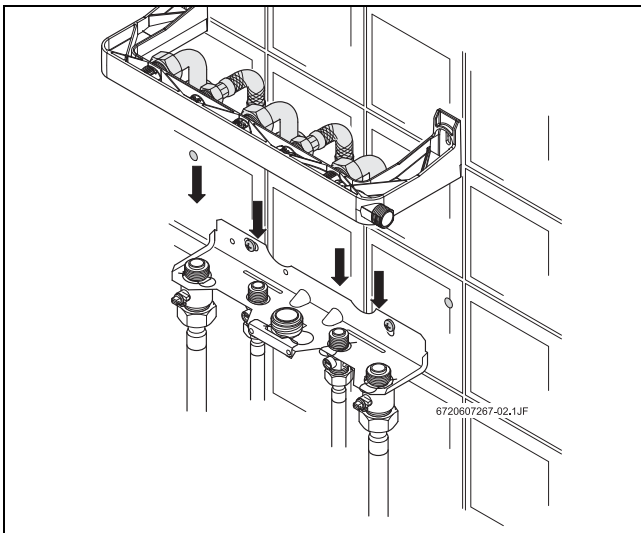

Рис. 19 Подключение установочного комплекта
► Присоединить трубы установочного комплекта к подводимым трубам (Рис. 19).